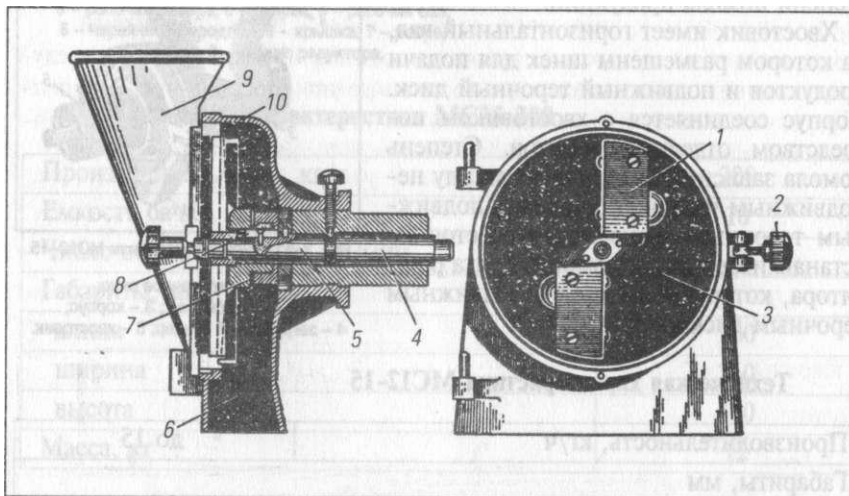

Рис. 2-12. Овощерезательный механизм МС10-160.
**Овощерезательный механизм МС10-160 (рис. 2.12).** Механизм приводится в действие универсальным приводом ПУ-0,6. Он предназначен для нарезки сырых овощей ломтиками и соломкой.